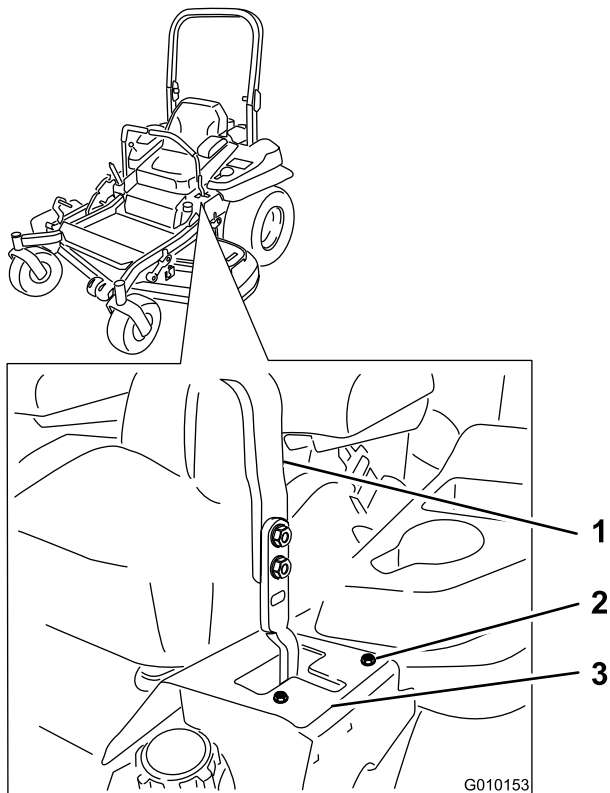

Figure 58
la fente en T gauche, jusqu'à ce que la machine se déplace en ligne droite (Figure 58).
7. Si elle se déporte à gauche, desserrez les boulons et déplacez la plaque de butée droite en arrière sur la fente en T droite, jusqu'à ce que la machine se déplace en ligne droite (Figure 58).
8. Serrez les boulons de la plaque (Figure 58).